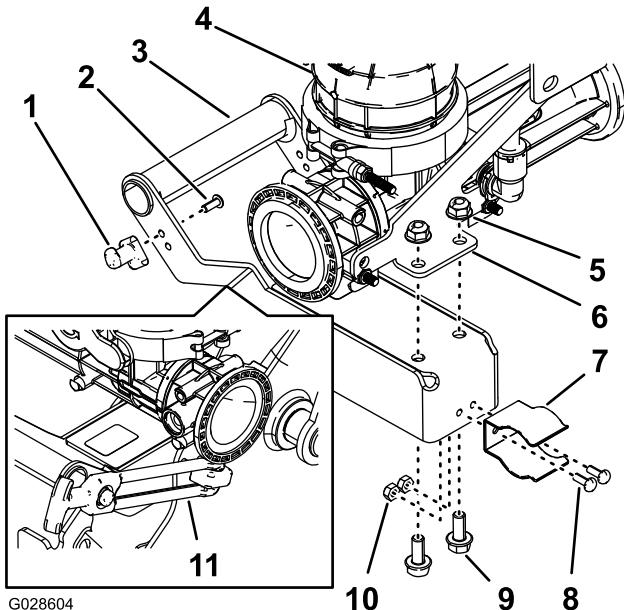

Bild 11
1. Befestigen Sie die Verriegelungsstrebe mit zwei Sechskantschrauben (Nr. 10-24" x 1/2") am Griff des Ejektorgriffs (Bild 11).
2. Befestigen Sie den Federclip mit den zwei Schrauben (Nr. 10-24" x 1/2") und zwei Sicherungsmuttern am Verriegelungsgriff (Bild 11).
3. Befestigen Sie den Griff mit zwei Bundkopschrauben (5/16" x 3/4") und Sicherungsbundmuttern (5/16") an der Montageplatte des Ejektorgriffs (Bild 11).